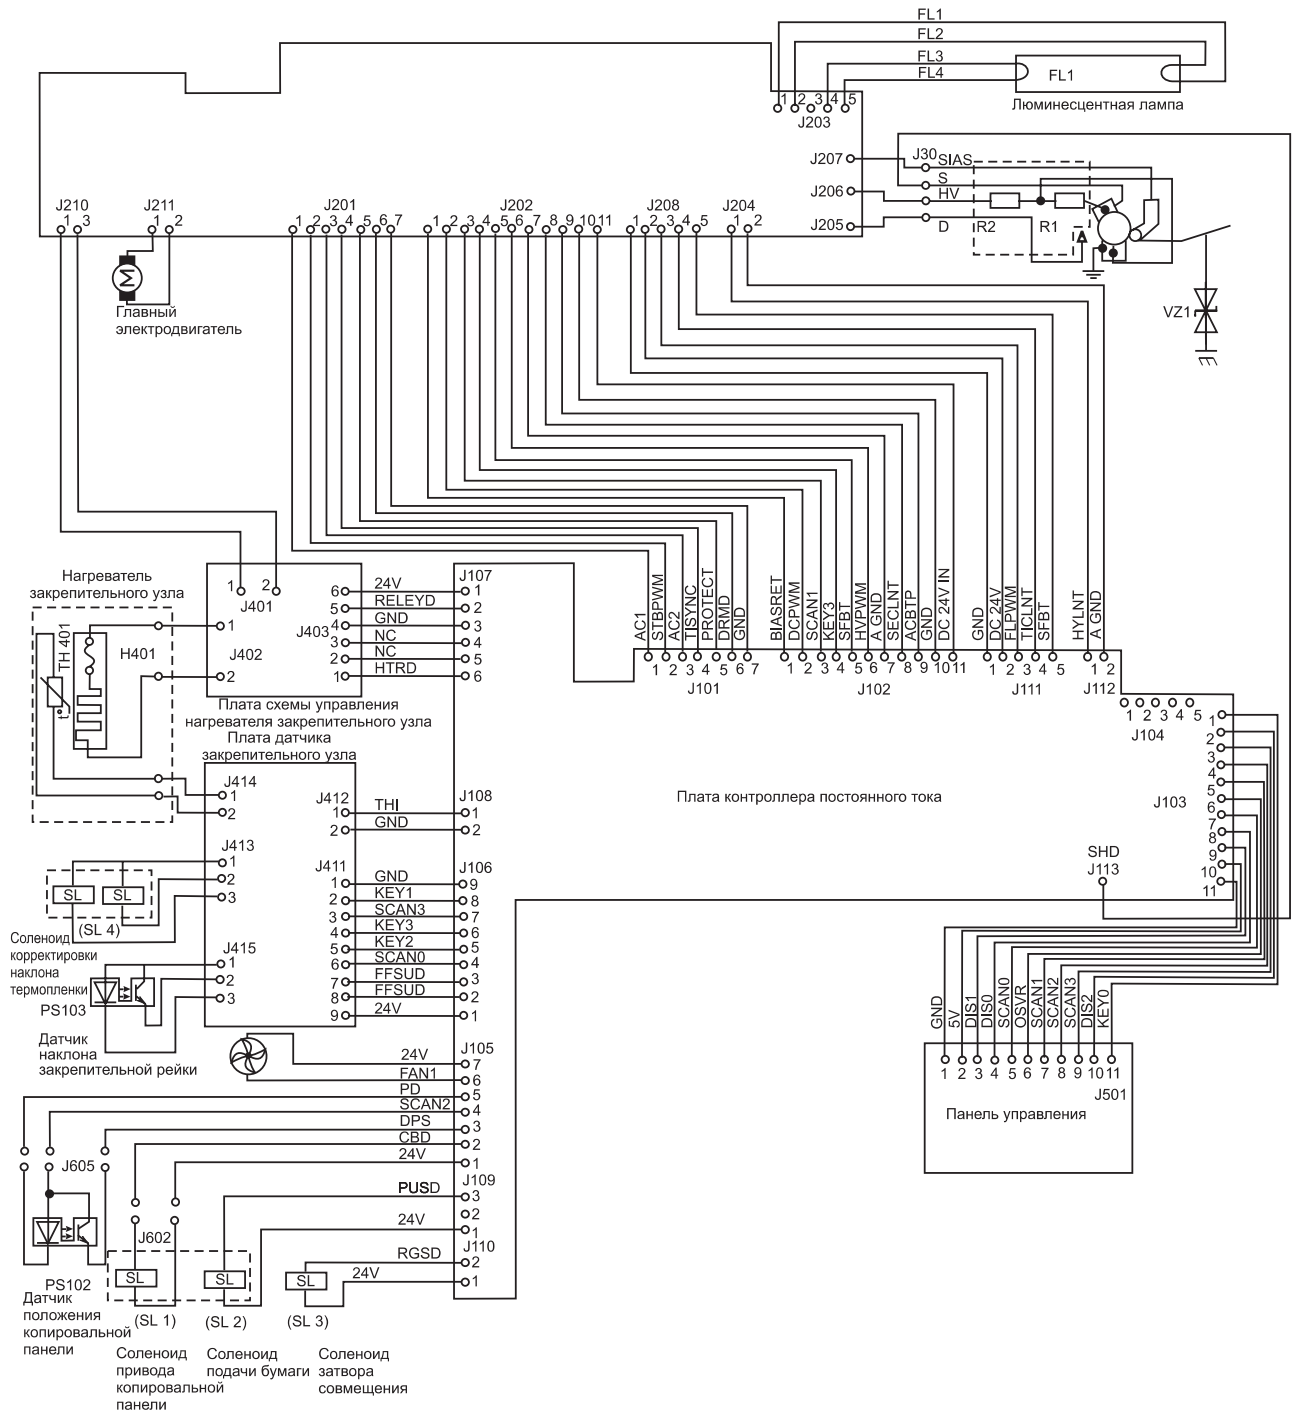

Рис. 1.7. Принципиальная схема межпалатных соединений
На рис. 1.7 показана принципиальная схема межплатных соединений.
- проверяют наличие напряжения на нагревателе закрепительного узла, исправность нагревателя Н401 (см. рис. 1.7), его предохранителя, термистора контроля температуры (ТН401), исправность элементов платы закрепительного узла и датчика закрепительного узла;
- заменяют люминесцентную лампу (см. рис. 1.7);